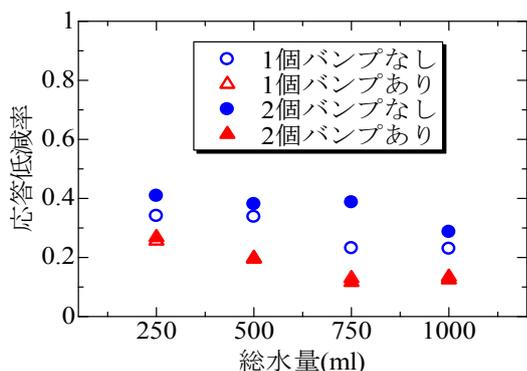

図4 バンプの有無と総水量に対する応答低減率
- 基本模型に対して、応答低減率は4割以下であり、水の量が増えるほど、またバンプなしよりバンプありの方が応答低減率は75~56%程度低くなること分かった(図4)。